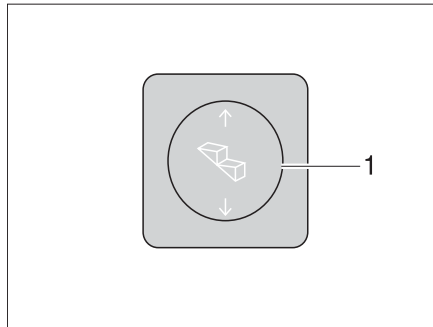

Fig. 7 Conmutador de mando escalón de entrada
- Pulsar el interruptor basculante (Fig. 7,1) por abajo hasta que esté completamente extraído el escalón de entrada.
- Pulsar el interruptor basculante (Fig. 7,1) por arriba hasta que haya introducido completamente el escalón de entrada.